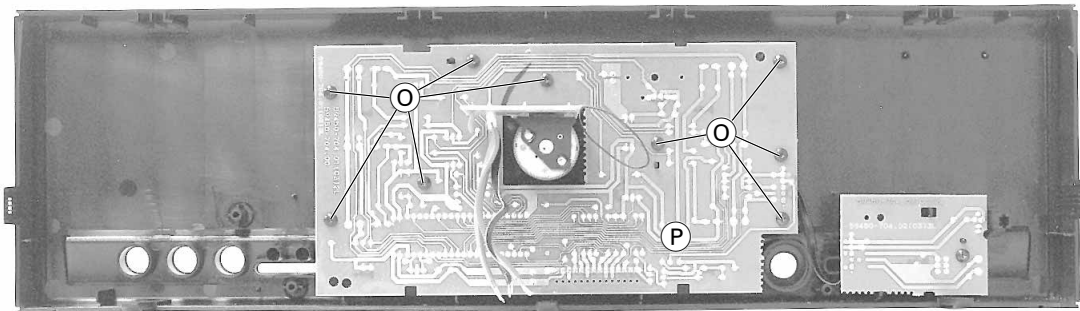

Fig. 5
6. Zerlegen der Frontplatte (Fig. 5)
- Die 9 Schrauben (O) (Fig. 5) herausschrauben.
- Die Leiterplatte (P) kann jetzt abgenommen werden.
6. Disassembling of the Front Panel (Fig. 5)
- Undo 9 screws (O) (Fig. 5).
- The PCB (P) can now be removed.